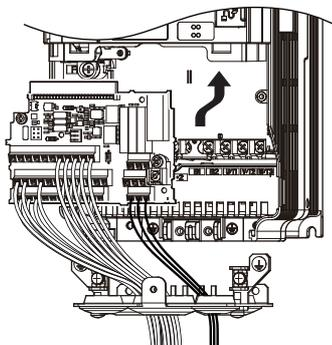

Abbildung 7.41 Installieren der Steuerkreisklemmen-Baugruppe
- Nach dem Verdrahten des Leistungsteils ist die Steuerkreisklemmen-Baugruppe mit dem Frequenzumrichter zu verbinden, siehe **Abbildung 7.41**. Mit der Befestigungsschraube (M3: 0,49 - 0,73 Nm) die Steuerkreisklemmen-Baugruppe anziehen.